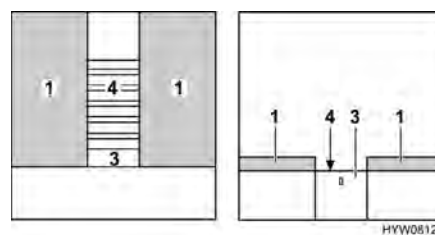

Bild 79 Under ombyggnaden
- Drag ut ribbotten (Bild 79,4) helt. Dra i utdragningsanordningen (Bild 79,3).